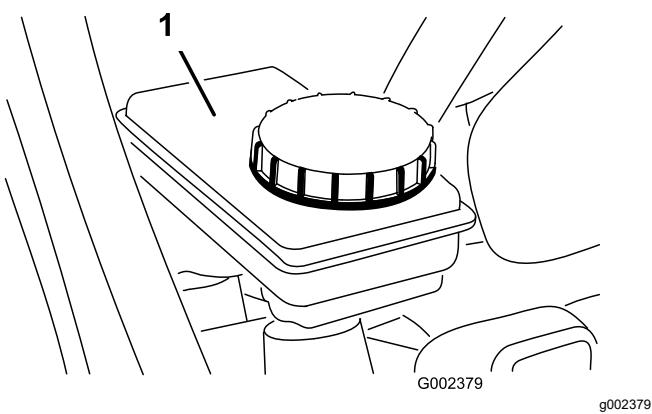

Figura 57
5. Asegúrese de que el nivel de fluido llegue a la línea Lleno del depósito (Figura 57).
6. Si el nivel de líquido es bajo, límpie la zona alrededor del tapón, retire el tapón y llene el depósito hasta el nivel correcto con el líquido de frenos especificado (Figura 57).